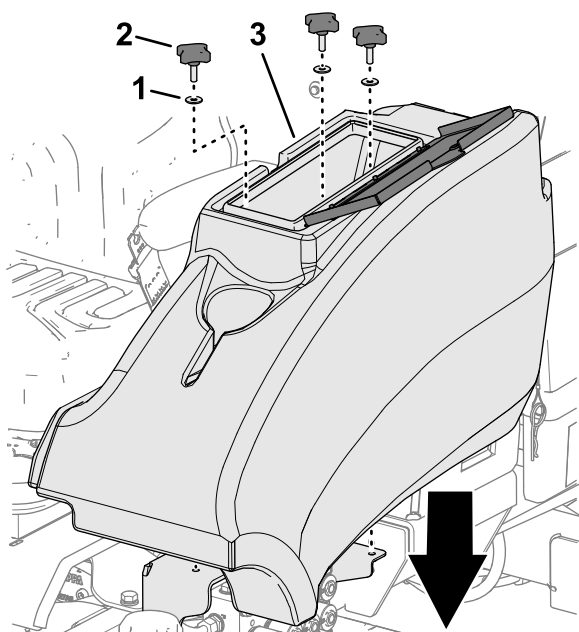

Figura 57
2. Montate il vano portaoggetti alla macchina con le 3 manopole e le 3 rondelle (Figura 57).